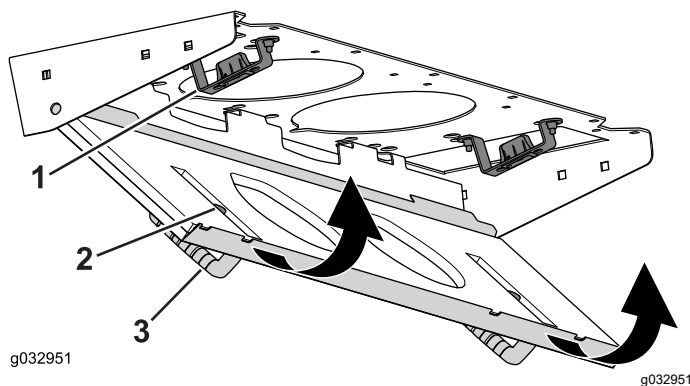

Рисунок 95
4. Поверните сетчатый фильтр вокруг монтажных лепестков так, чтобы защелка зафиксировалась в креплении защелки в сборе (Рисунок 95).